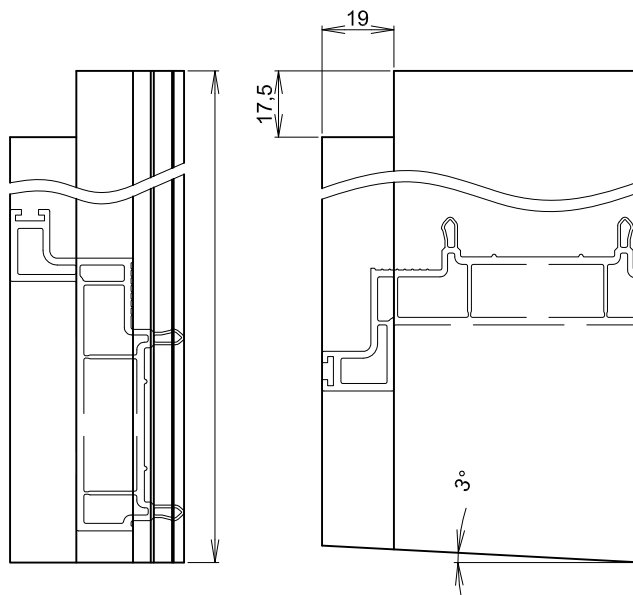

Abb. 4 Deckleiste 76651 seitlich
- Maß vom fertigen Element abmessen und zuschneiden und ausklinken (Abb. 4)